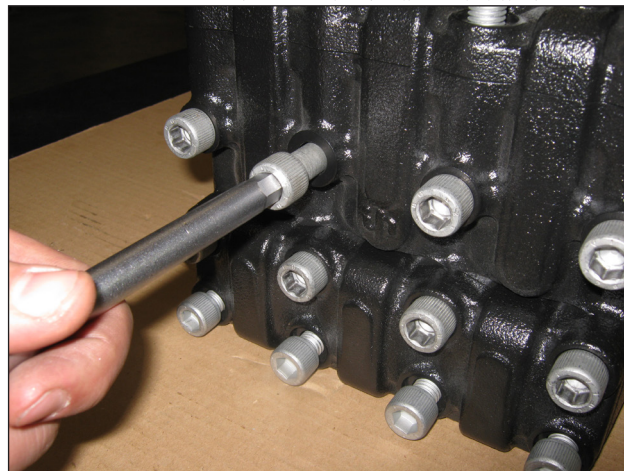

图 36
- A) 拧下泵头固定螺钉M12x130（SN6416和SN6418上的M12x150，SW64上的M12x190），如(图 36)中所示。